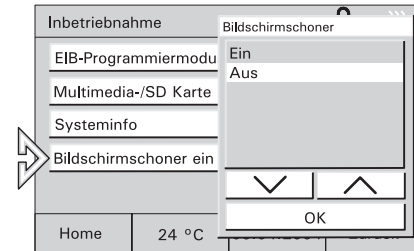

Fig. 70
1. SD-Karte in das Controlpanel einführen und Button „Bildschirmschoner“ drücken (Fig. 70).